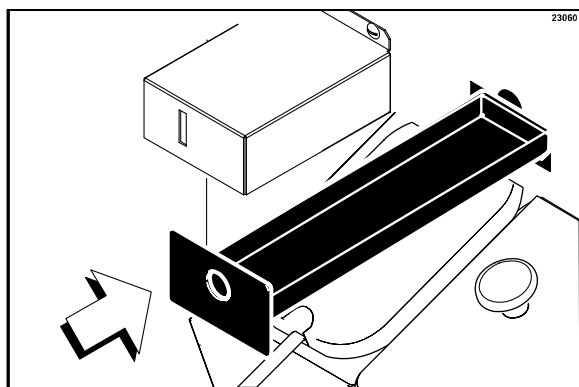

Figura 65
10. Remova, limpe e reinstale a pingadeira longa no painel frontal. (Veja a Figura 65.)